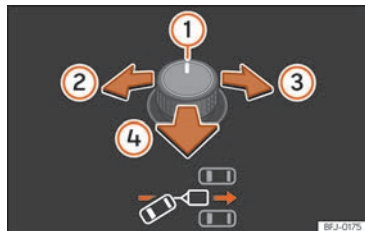
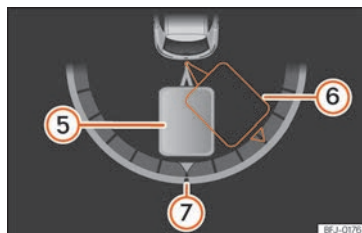

Abb. 152 Drehknopf für die Außenspiegel: Ausrichtung des Anhängers einstellen.
Abb. 153 Bildschirm des Kombi-Instruments: Rückwärtsfahren.
Legende zu »» (Abb. 152), »» (Abb. 153):
- Drehknopf kippen, bis die gewünschte Richtung erreicht ist »» (Abb. 152). Am Bildschirm des Kombi-Instruments erscheint zur Orientierung eine Darstellung des Gespanns in der aktuellen Position »» (Abb. 153).